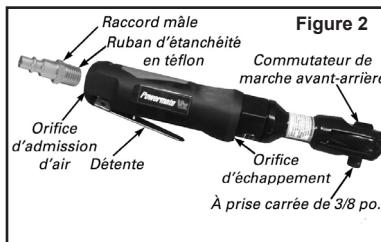

Figure 2
2. Installez un raccord mâle 1/4 po NPT (non inclus) à l'orifice d'admission d'air de l'outil (voir Figure 2). **Remarque : Enveloppez toutes les extrémités filetées à l'aide de ruban d'étanchéité en teflon.**